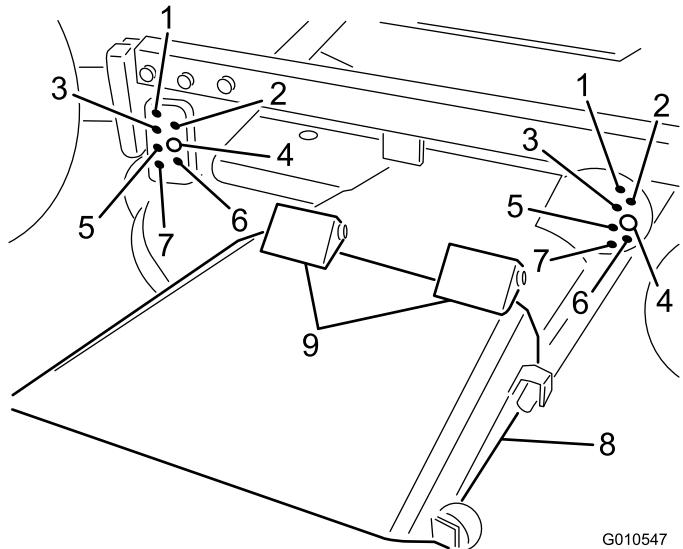

Bild 9
7. Senken Sie den Trägerrahmen ab und stecken die vier Lastösenbolzen durch die entsprechenden Löcher in der Schnitthöhenhalterung und den Rahmenhalterungen. Befestigen Sie alle vier Stifte mit Splints (Bild 9).